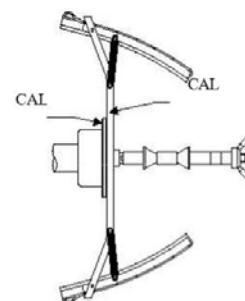

Fig19
2. Monter flangen på akslen til motorcykelhjul som vist i Fig19. Justér teksten "Cal" på flangen og på motorcykelflangen.
8. Ved afslutningen af opstarten viser maskinen teksten h12 CAL. Påfør kalibreringsvægten på indersiden som vist i Fig19. Kalibreringsvægten skal påføres i det hul, der har teksten "CAL" angivet.